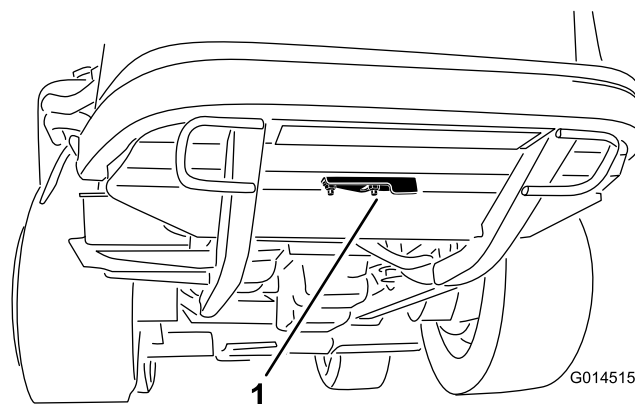

Рисунок 54
2. Ослабьте фланцевую гайку, которая крепит крышку для чистки к нижней стороне задней рамы (Рисунок 54). Поверните крышку, чтобы получить доступ к отверстию для чистки в раме.